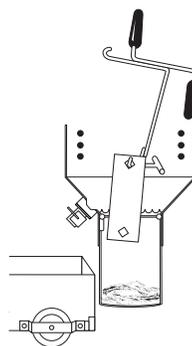

Figure 7
8. Retirez la plaque chauffante de la friteuse avec des gants de protection (figure 7).